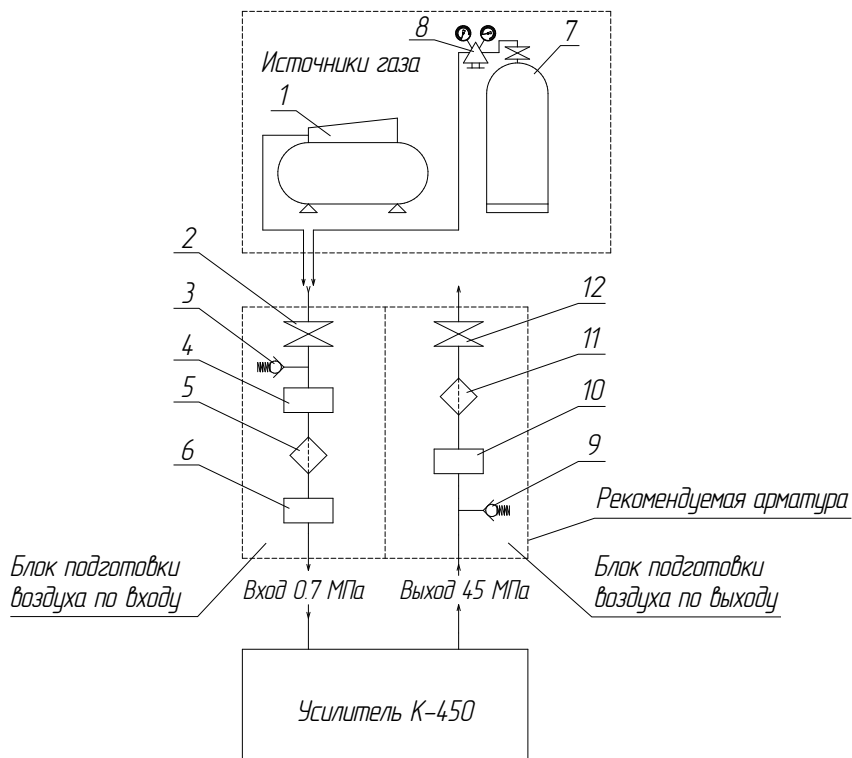

Рис. 4.
6.3 Пневматическое подключение (рис. 4) производится с помощью компрессора 1 с постоянным выходным давлением не более 0.7 МПа. Также возможно подключение к усилителю баллона с газом 7 через понижающий редуктор 8 с предварительно установленным давлением не более 0.7 МПа